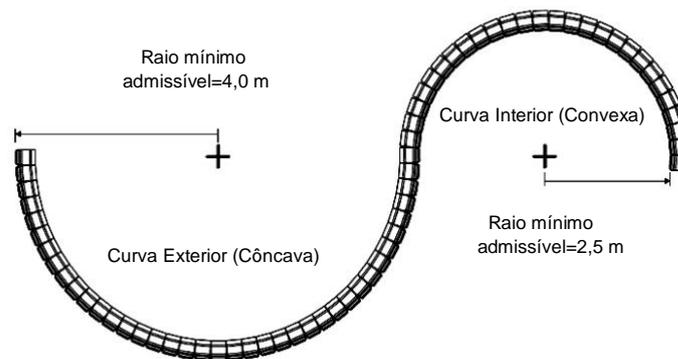

Fig. 4
5. Quando o muro apresenta zonas de curvatura, a sua montagem deve respeitar as geometrias que a Fig. 4 demonstra.